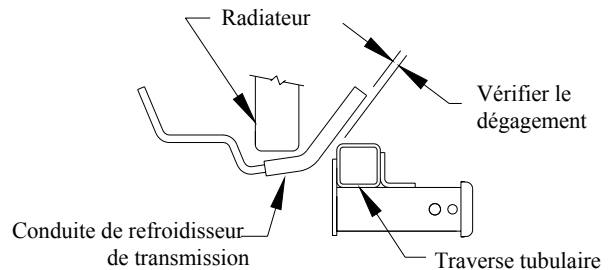

FIGURE 2
- Vérifier le dégagement de la conduite de refroidisseur de transmission. Courber ou attacher pour empêcher le contact avec le récepteur, comme illustré à la figure 2.